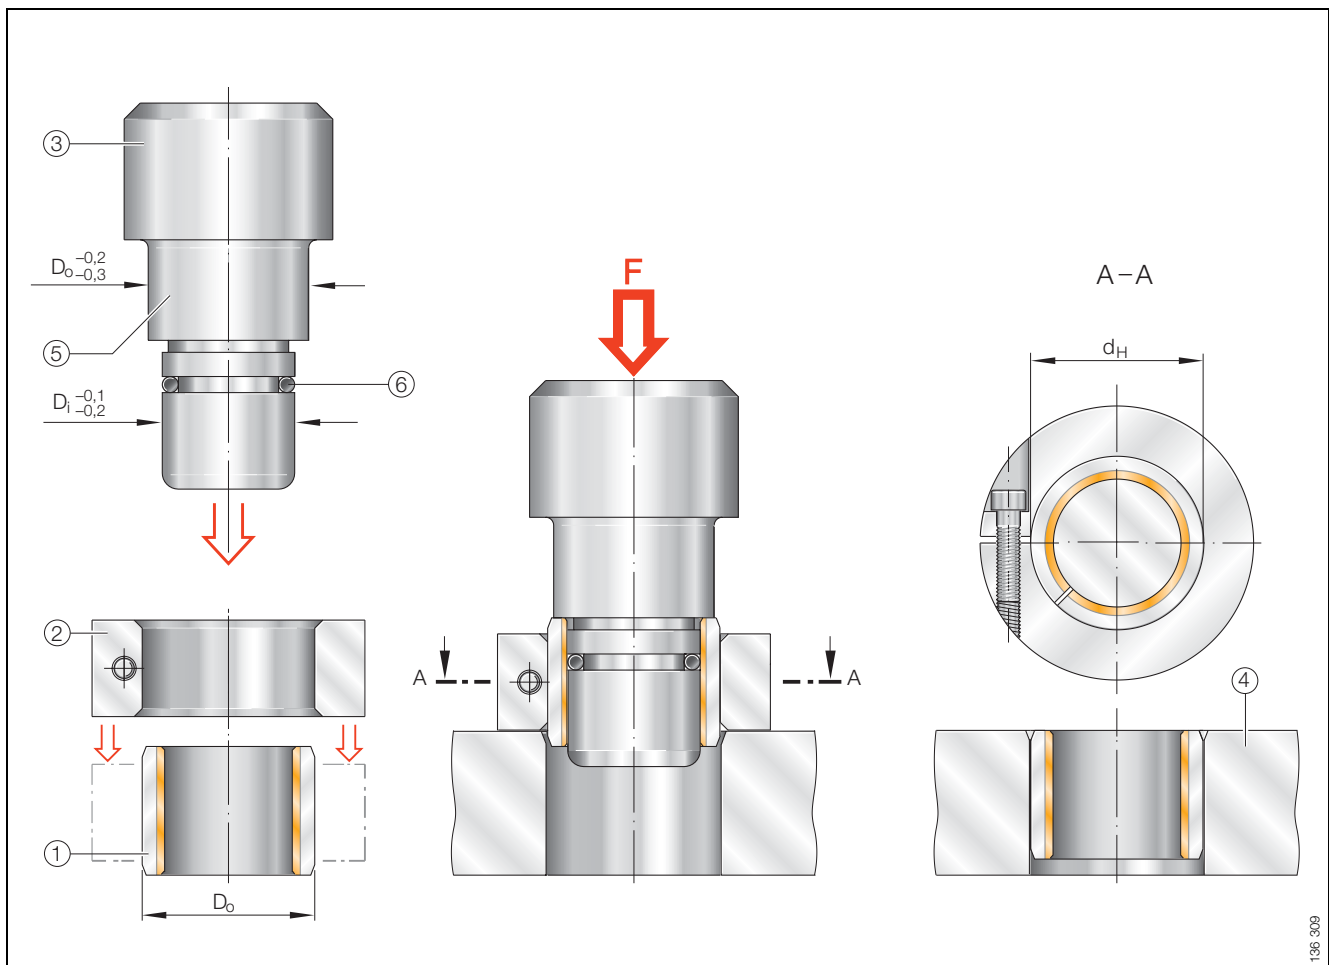

Figura 24 · Montaje a prensa de casquillos, $D_o \geq 55$ mm, con anillo auxiliar
- Montaje a prensa, con punzón y anillo auxiliar, según figura 24, página 31.